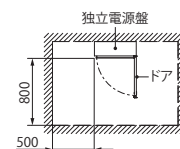

図1
- 安全のため十分な保守・点検スペースを確保してください。推奨の保守・点検スペースは図1となります。